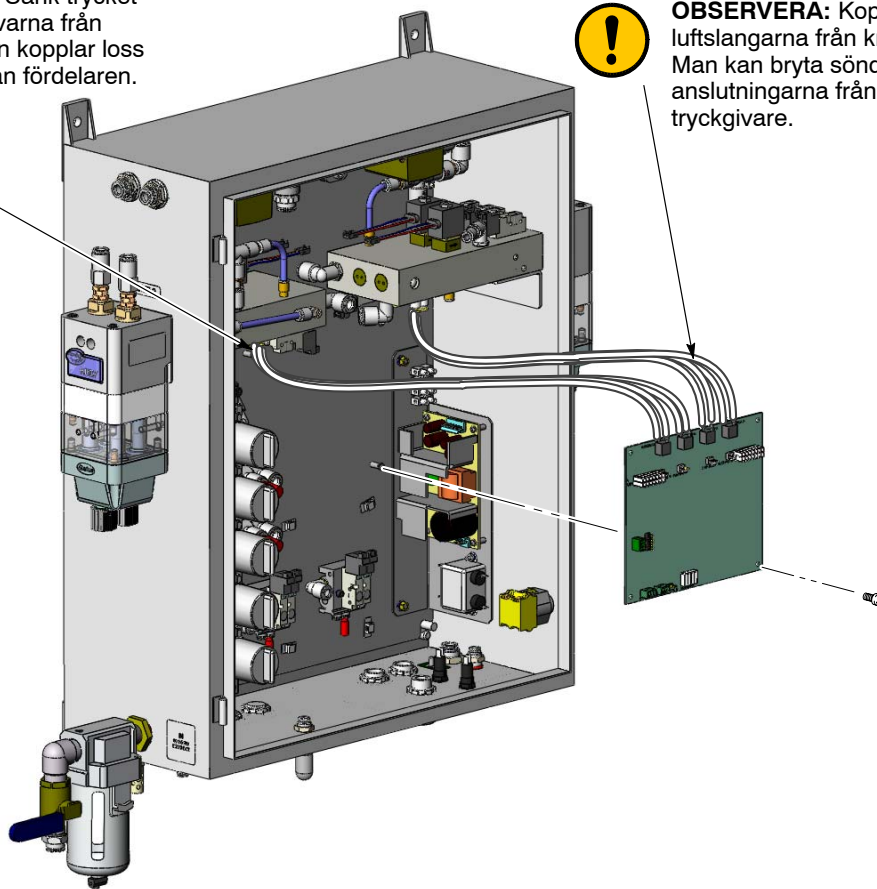

Bild 2 Byte av kretskort
3. Se bild 2. Öppna pumppanelens dörr och koppla loss alla kabelstammar från kretskortet.